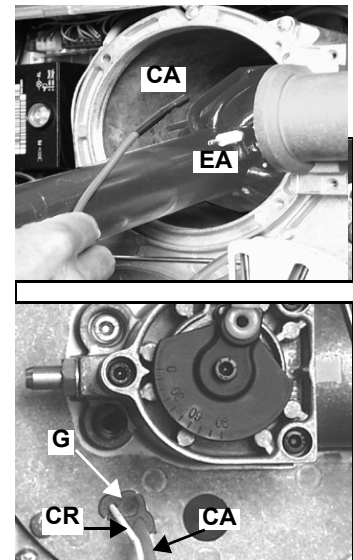

Fig. 49
- 3 Rimuovere il connettore **CR** dell'elettrodo di rilevazione (Fig. 49).
- 4 Scollegare il cavo **CA** dall'elettrodo di accensione **EA** (Fig. 49) e sfilarlo dal foro nella flangia di supporto testa, rimuovendo il gommino **G** (Fig. 49).